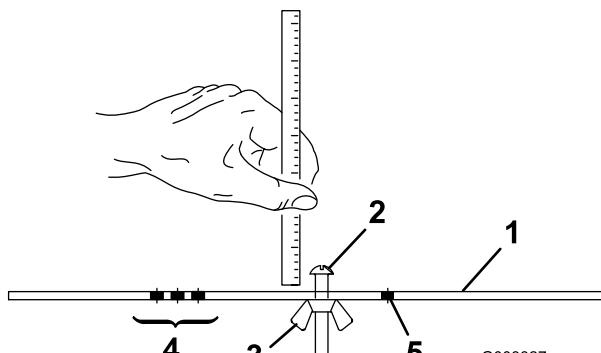

Figura 20
- Allentate il dado sulla barra di riferimento (Figura 20) e regolate la vite di regolazione secondo l'altezza di taglio desiderata. La distanza tra l'estremità inferiore della testa della vite e la parte frontale della barra corrisponde all'altezza di taglio.